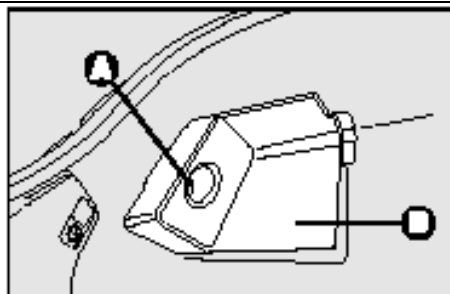

рис. 37
- ❑ Развинтить винт **A** – **рис.37** и снять защитную крышку **B**;
□ Установить на место защитную крышку **B** - **рис.37** и завинтить винт **A**.